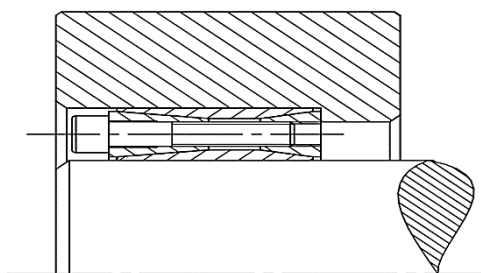
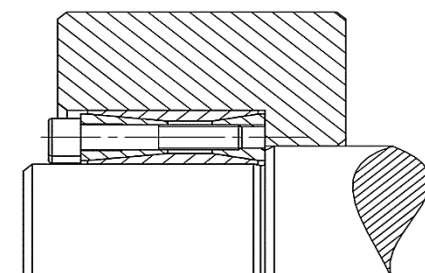

Fig.2
Fig.3
- II. Colocar os parafusos nos anéis e centrar o cubo (vide Fig. 2 e Fig. 3).
- III. Apertar os parafusos por igual em forma de cruz em duas ou três etapas, até atingir o torque de aperto (MA) indicado na Tabela 3.